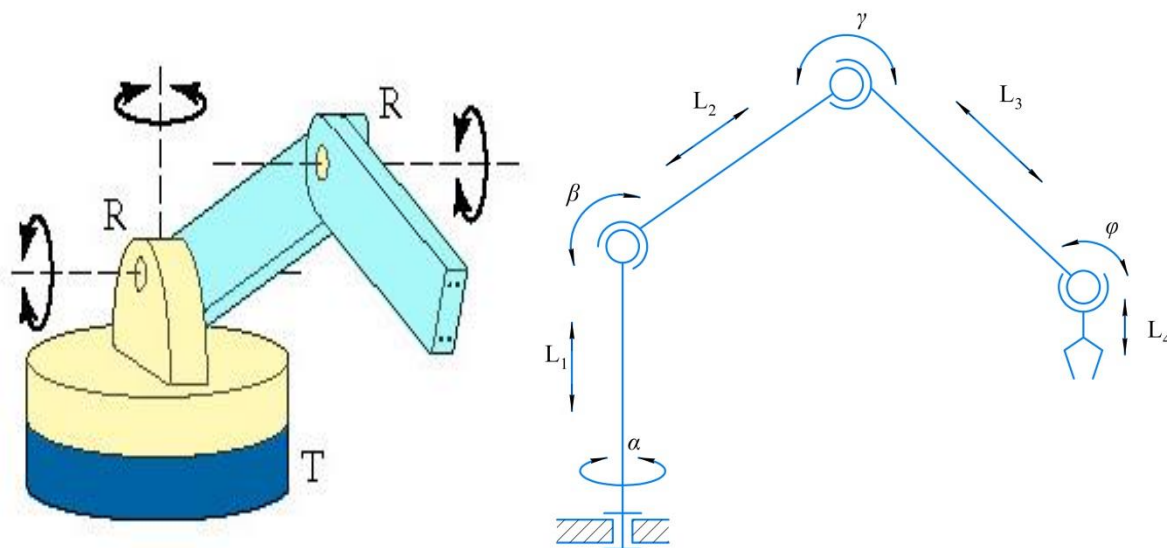

Рисунок 4 - Схема манипулятора
2. Провести исследование манипулятора (рисунок 4)